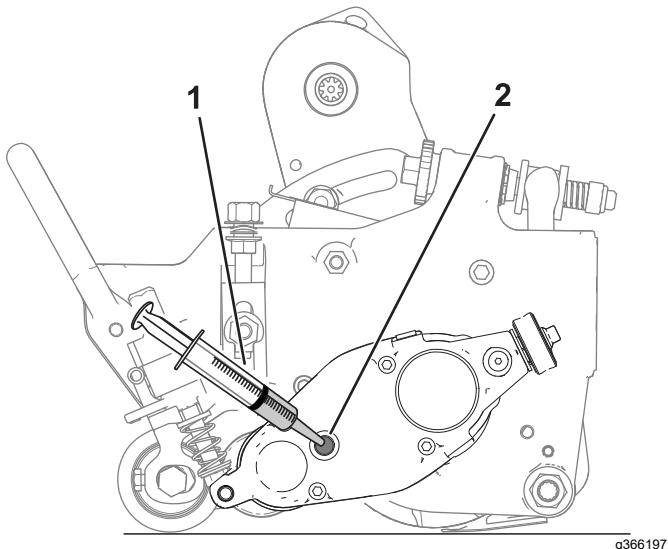

Bild 24
6. Schwenken Sie das Mähwerk langsam hin und her, um sicherzustellen, dass das Öl vollständig aus dem Gehäuse abgelassen wurde. Wenn das Öl vollständig abgelassen ist, stellen Sie das Mähwerk auf einer ebenen Fläche ab, wie in Bild 24 dargestellt.
8. Verwenden Sie eine Spritze (Bestellnr. 137-0872), um das Getriebe mit 50 ml Öl (80-90W) zu füllen (Bild 24).